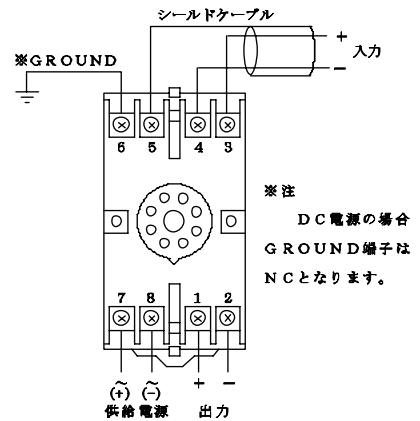

図 2
- 配線は図2の接続図により接続し、電線は回路の定格容量に適合するものを使用してください。